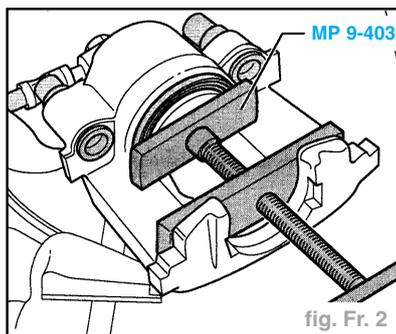

fig. Fr. 2
- Repousser le piston avec le dispositif **MP 9-403** (fig. Fr. 2).